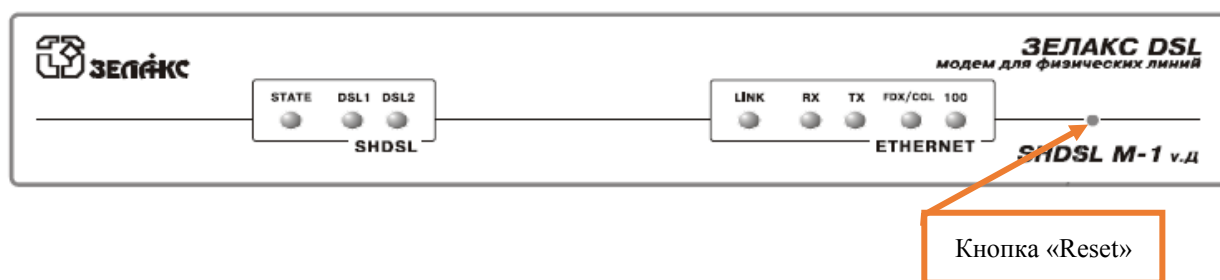
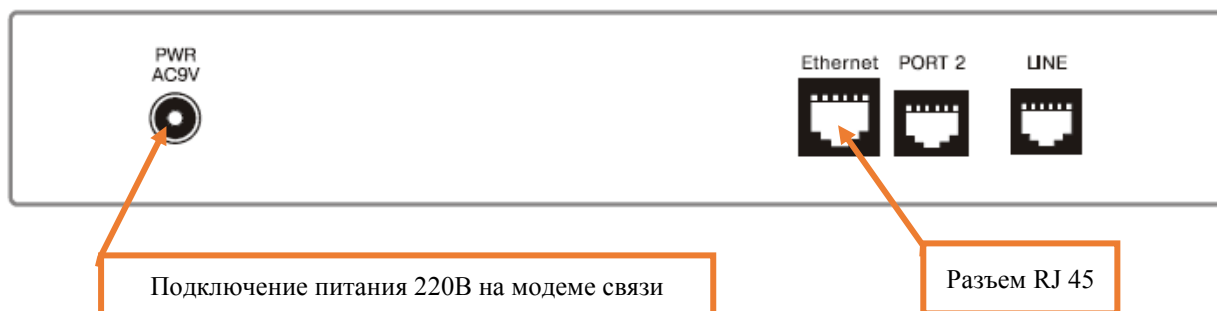

Рисунок 5. Сброс настроек модема связи.
Рисунок 7. Отключение питания модема связи.
7.1.2.1 При замене модема «Master» необходимо сбросить параметр «Slave» кнопкой «Reset», вернув настройки по умолчанию на «Master» (Рисунок 5)
7.1.2.5 Отключить питание путем изъятия вилки шнура для подключения адаптера из блока розеток 220В (использовать рабочую документацию) и заменяемого модема связи (Рисунок 7), при этом гаснут следующие индикаторы: STATE, DSL1, DSL2, FDX/COL, 100 (Рисунок 5).
7.1.2.6 Изъять сетевой шнур с разъемом RJ 45 из порта «Ethernet» (Рисунок 7).
7.1.2.8 Подключить сетевой шнур с разъемом RJ 45 в порта «Ethernet» (Рисунок 7).